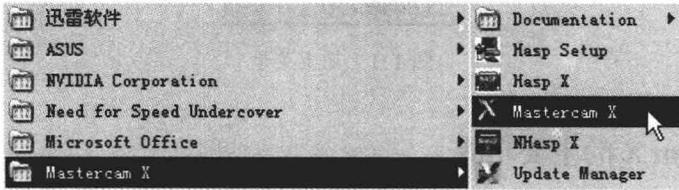

图 1-2 通过“开始”按钮启动 Mastercam X
- 单击“开始”按钮，然后指向“程序”，再指向 Mastercam X 文件夹，单击 Mastercam X 命令即可启动软件，如图 1-2 所示。